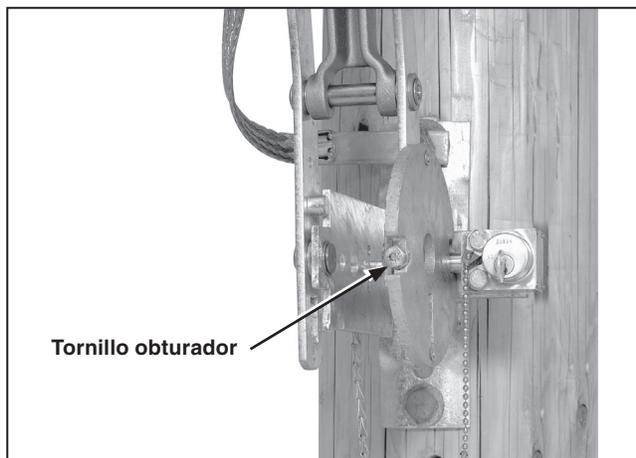

Figura 26. Obturación de ranura en el disco de interbloqueo.
PASO 26. Bloquee una de las dos ranuras del disco de bloqueo con el tornillo obturador que se incluye. (La ranura que se debe tapan dependerá de si se necesita una configuración con bloqueo en apertura o con bloqueo en cierre). Ver Figura 26.